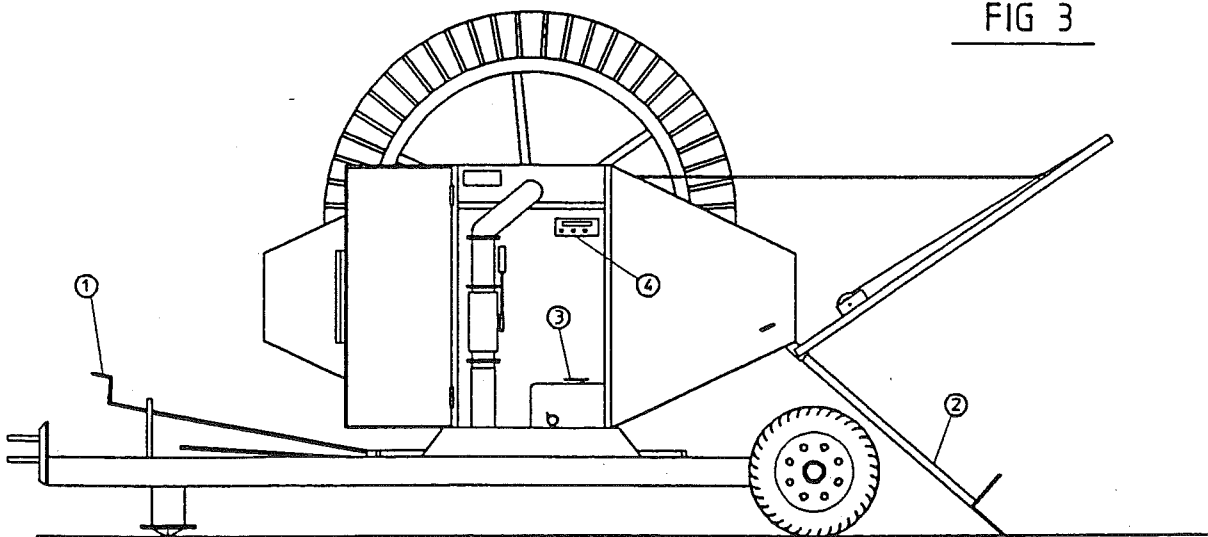

FIG 3
- * 4 Støttebenene sænkes og stemmes i jorden (fig 3, pos 2). Ved type 3-4-5 TT² stemmes med håndtag, som forefindes i lågen.
- * 7 Koblingshåndtaget sættes i "FRI" (fig 3, pos 3)